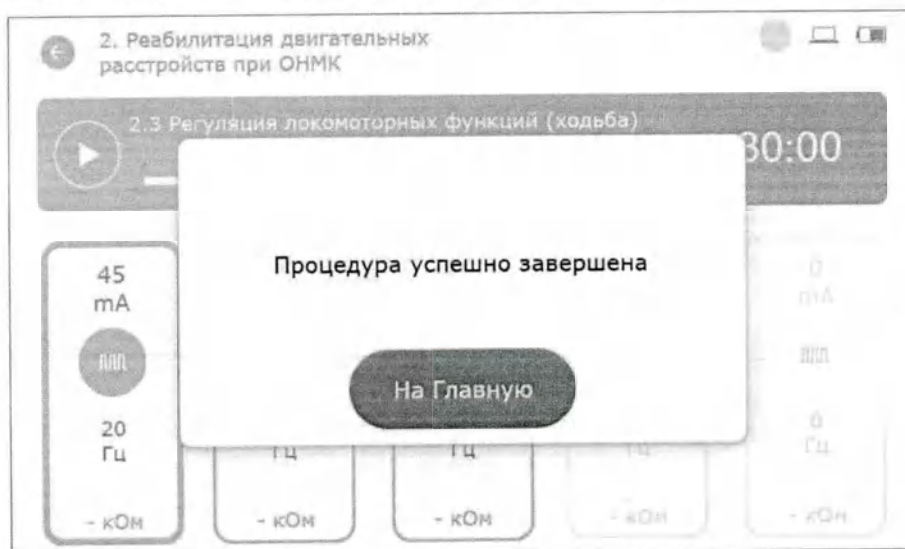

Рисунок 26 – успешное завершение процедуры электрической нейростимуляции
11. При успешном завершении процедуры на дисплее блока нейростимуляции отобразится сообщение об успешном завершении (см. рисунок 26).